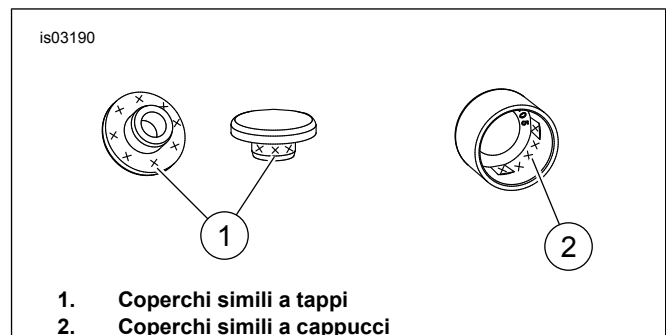

Figura 1. Area di applicazione dell'adesivo in silicone
- Vedere Figura 1. Per i coperchi simili a tappi (1), applicare l'adesivo nell'area contrassegnata con le "x". Per i coperchi simili a cappucci (2), applicare l'adesivo nell'area contrassegnata con le "x".